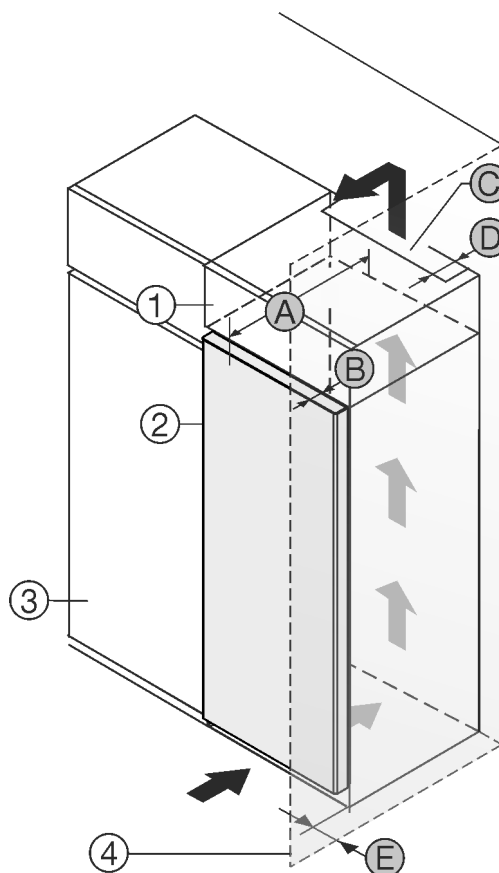

Fig. 1
- (1) Nastavná skříňka *
- (2) Přístroj *
- (3) Kuchyňská skříň *
- (4) Stěna *
- (5) Hloubka přístroje *
- (6) Hloubka dvírek *
- (7) Ventilační průřez *
- (8) Vzdálenost zadní strany přístroje *
- (9) Vzdálenost k zadní straně přístroje *
Můžete přístroj nainstalovat přímo vedle kuchyňské skříňky Fig. 1 (3).*
Na zadní straně nastavné skříňky musí být větrací šachta hluboká Fig. 1 (D) přes celou šířku nastavné skříňky.*
Pod stropem místnosti musí být dodržen ventilační průřez Fig. 1 (C).*
Když přístroj instalujete závěsy vedle stěny Fig. 1 (4), musí být vzdálenost mezi přístrojem a stěnou minimálně 13 mm.*
Když přístroj instalujete závěsy vedle stěny Fig. 1 (4), musí být vzdálenost mezi přístrojem a stěnou minimálně 20 mm.*
Aby bylo možné dvířka plně otevřít, musí přístroj přesahovat o hloubku dvírek Fig. 1 (B) vůči přední linii kuchyňské skříňky. V závislosti na hloubce kuchyňských skříněk Fig. 1 (3) a použití vymezovačů odstup od stěny může přístroj vyčnívat dále.*